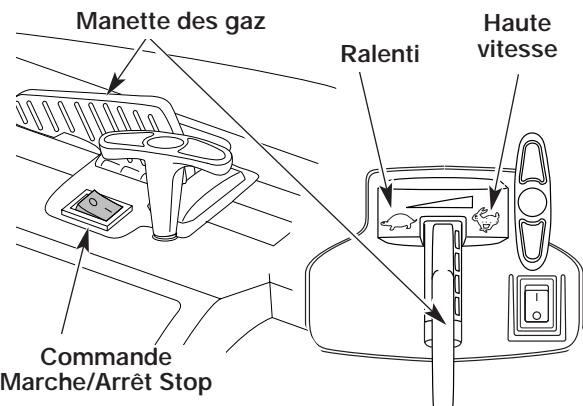
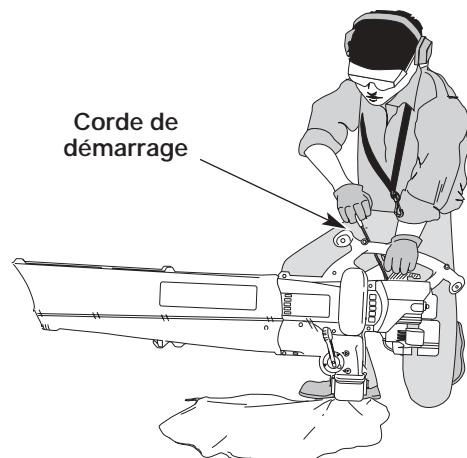

Fig. 9
Fig. 11
AVERTISSEMENT: éviter le démarrage accidentel. Se tenir en position de démarrage pour lancer le moteur (Fig. 11). Lors du démarrage, l'opérateur et l'outil doivent être en position d'équilibre afin d'éviter le risque de blessures graves. D'autre part, pour le démarrage, l'outil doit toujours êtreposé sur une surface propre et ferme. Les matériaux tels que le gravier, le sable, la poussière, l'herbe, etc. peuvent être aspirés par l'admission d'air et projetés par la sortie de l'outil.
REMARQUE : Il n'est pas nécessaire de faire démarrer la machine. La commande On/Off (Arrêt/Marche) est en position ON (I) en permanence (Fig. 9). La manette des gaz conserve sa position jusqu'à ce que vous la déplacez. La position de haute vitesse est à droite.
4. Mettre l'outil en position de démarrage (Fig. 11). Mettez la manette des gaz en position de ralenti (Idle) (Fig. 9).
1. Appuyez sur la commande Marche/Arrêt Stop et maintenez-la en position **ARRÊT (O)** jusqu'à ce que le moteur s'arrête complètement (Fig. 9).